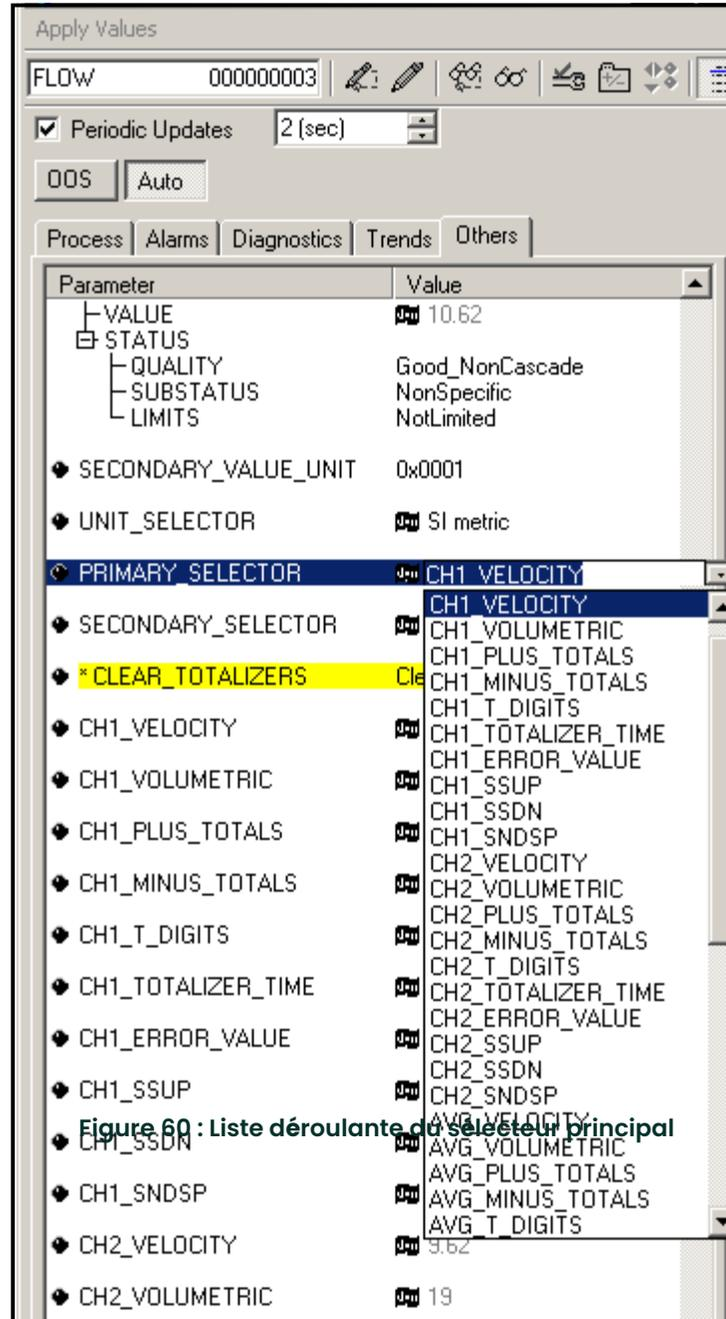

Figure 60 : Liste déroulante du sélecteur principal
2. Sélectionnez l'onglet **Autres** et ouvrez la liste déroulante pour le SÉLECTEUR\_PRINCIPAL et SÉLECTEUR\_SECONDAIRE (reportez-vous à la Figure 60 à la page 135).
3. Choisissez l'unité dans la liste (voir Figure 60 à la page 135).